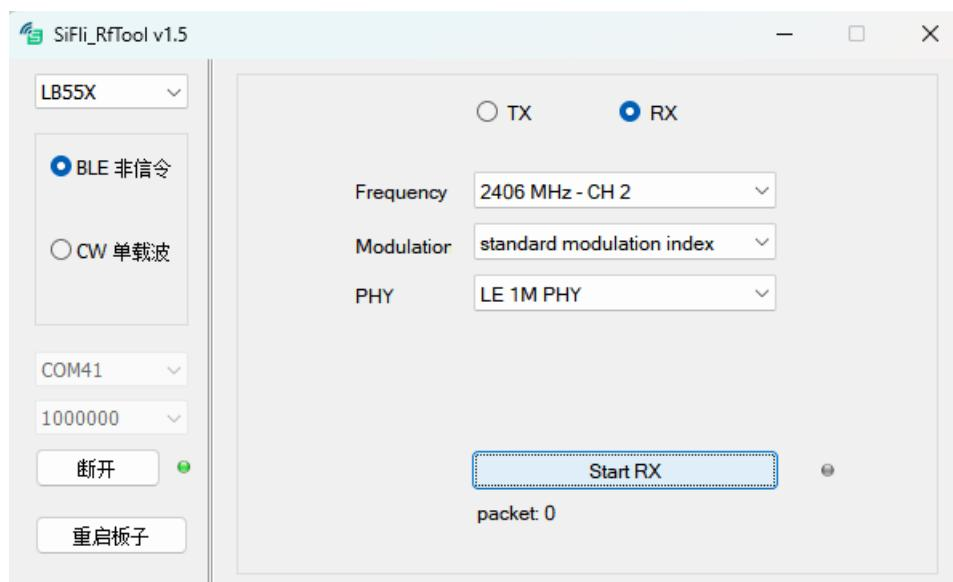

图 2-6
- 如果测试其他信道，需先点击 Stop RX，右侧指示灯变成灰色，停止当前 RX 测试状态，再去设置，如图 2-6。